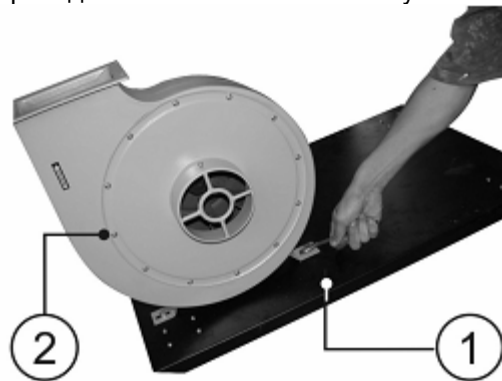

Рис.3.
8.2. Прикрепив основание пылесоса болтами к двигателю, закрепите болтами на основании (1) корпус вентилятора с двигателем и магнитным пускателем (2), Рис.3.